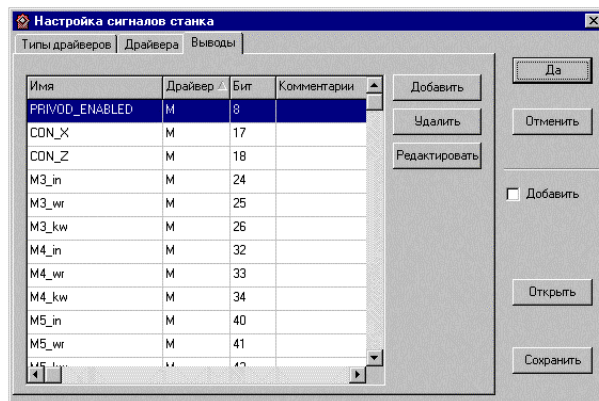

Рисунок 1.10 – Диалоговое окно выбора вывода драйвера
- диалоговое окно выбора вывода драйвера (рис. 1.10).